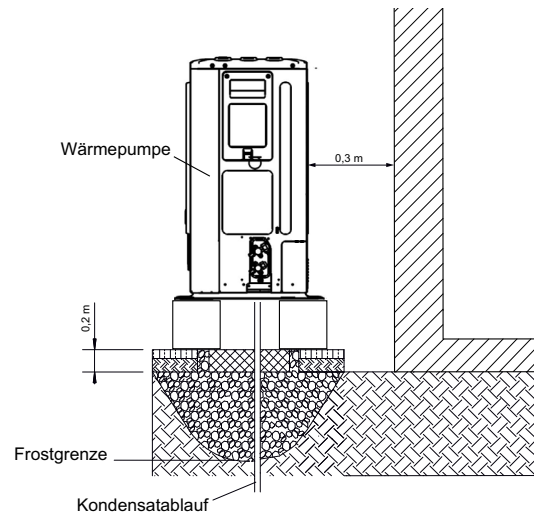
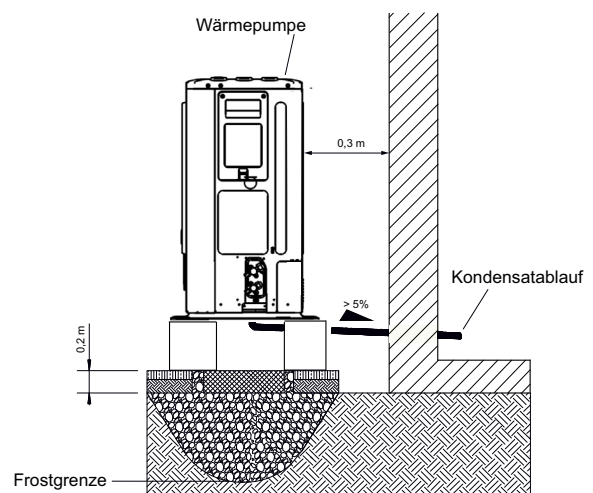

Abb. 5.1
Abb. 5.2
- Es wird empfohlen, die Außeneinheit wandnah auf einem vom Gebäude getrennten Fundament zu montieren mit einem Abstand von mindestens 0,3 m an der Ansaugseite (Abb. 5.1 + Abb. 5.2).
- Die angegebenen Mindestabstände (Abb. 5.1) sind einzuhalten.